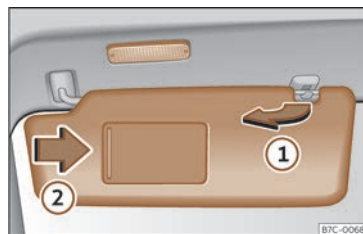

Fig. 95 Para-sol.
- El para-sol es pot extreure de la fixació i girar-lo cap a la porta»» fig. 95 ⓘ